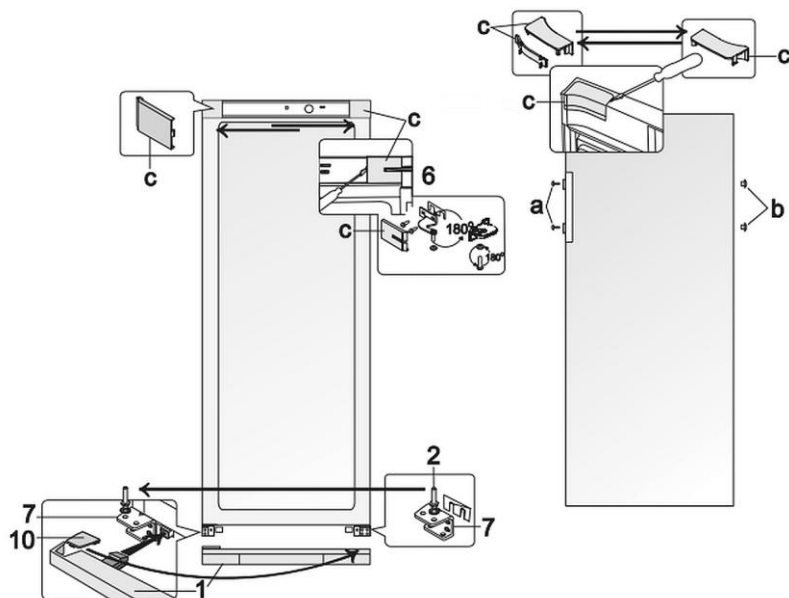

Fig. 8
1. Retire las tapas ciegas (c, fig. 8) de la carcasa y de la parte interna de la puerta.
2. Retire el soporte superior (6) junto con las arandelas asentadas y la junta de plástico debajo del soporte.
4. Retire la tapa ciega inferior (1).
5. Afloje el perno de sujeción (2) del soporte (7).
6. Ahora atorníllelo junto con todas las arandelas en el soporte opuesto (7), simétricamente a la posición anterior.
7. Coloque la puerta del refrigerador en el perno de sujeción (2) del soporte (7).
8. Gire el soporte (6) 180° junto con el perno de soporte, las arandelas asentadas y la junta de plástico.
10. Introduzca el soporte (6) en la puerta del refrigerador y atorníllelo en los orificios del lado opuesto del refrigerador.